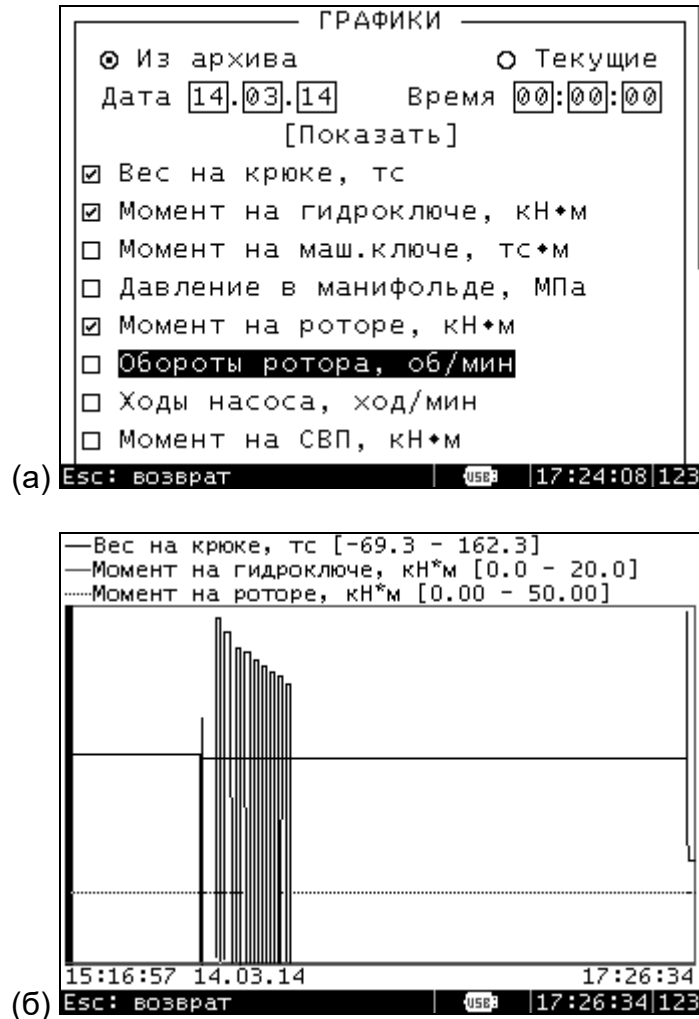

Рис. 8. Режим графиков. (а) настройка режима, (б) графики.
2.4.3.4 Режим графиков (рис. 8) позволяет просматривать как архивные, так и текущие данные (тренды).
В настройках режима (Рис.8а) можно выбрать один из двух вариантов просмотра данных: "Из архива" или "Текущие". Далее необходимо отметить галочками желаемые параметры для просмотра (одновременно не более трех) и выбрать пункт "Показать".